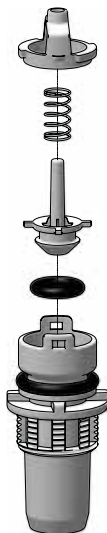

Рис. 28
- Установите их на место в нужном порядке в соответствии со схемой (Рис. 28).